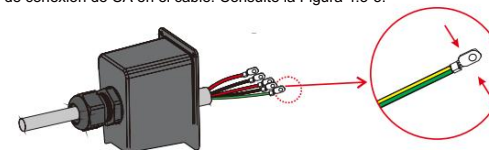

Figura 4.3-5 Instalar terminales de conexión de CA
Paso 3. Instale el terminal de conexión de CA en el cable. Consulte la Figura 4.3-5.